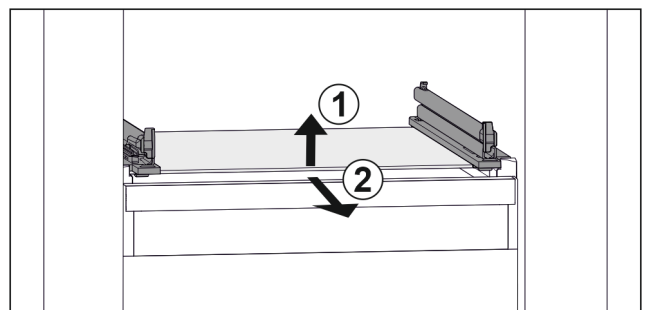

Fig. 110 Rappresentazione esemplificativa del ripiano in vetro
- ▶ Sollevare il ripiano in vetro dal davanti. Fig. 110 (1)
- ▶ Rimuovere il ripiano in vetro tirando in avanti. Fig. 110 (2)